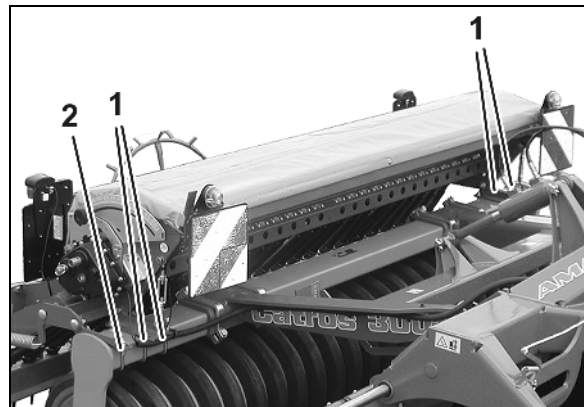

Fig. 18
6. Fest maskinen med fire klembøyler (Fig. 18/1).
7. Fest sporhjulets drivmekanisme med klembøyle (Fig. 18/2).